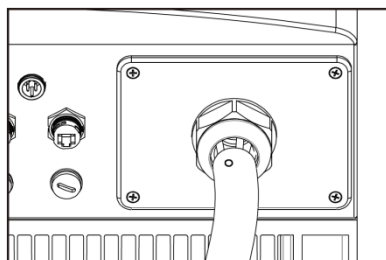

Рисунок 5.21 – Фиксация терминала
D) Задвиньте АС терминал вместе с направляющими внутрь инвертора, а затем зафиксируйте их, закрутив снизу винты. Закрутите 4 винта на крышке и затяните гайку на кабеле (см. рисунок 5.21).